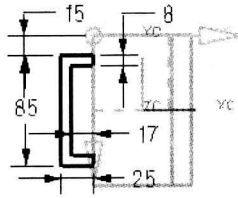

图 1.6 截面草图
② 进入草图环境，绘制图 1.6 所示的截面草图。
③ 选择下拉菜单 **草图(S)** → **完成草图(F)** 命令（或单击 **完成草图** 按钮），退出草图环境。
(3) 确定拉伸开始值和终点值。在“拉伸”对话框 **限制** 区域的 **开始** 下拉列表中选择 **值** 选项，并在其下的 **距离** 文本框中输入值 0；在 **限制** 区域 **结束** 的下拉列表中选择 **值** 选项，并在其下的 **距离** 文本框中输入值 15，并单击“反向”按钮 ；在 **布尔** 区域中选择 **求和** 选项，采用系统默认的求和对象。
(4) 单击 **确定** 按钮，完成拉伸特征 2 的创建。